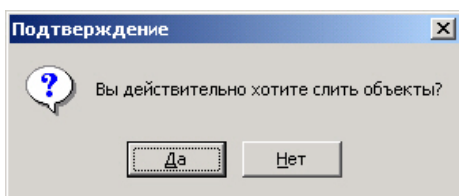

Рисунок 1.76.
- Нажмите кнопку  функциональной панели журнала для слияния. Появится окно подтверждения (рис.1.76.):